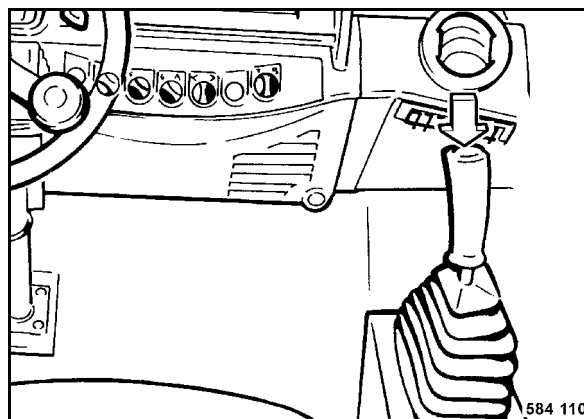

fig. 48
- Appuyer sur le bouton-poussoir (fig. 48) dans le levier de commande de la marche durant le déplacement ; le bandage est excité.